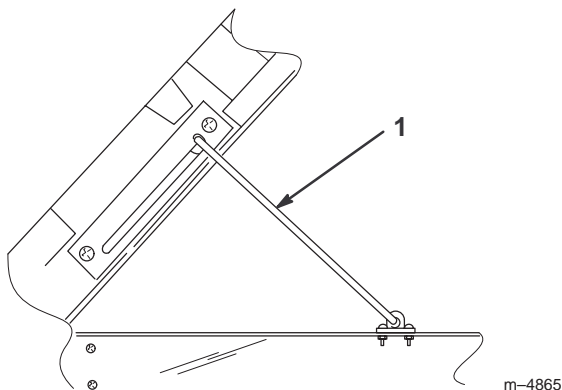

Figure 20
3. Levez le plateau au maximum, puis descendez-le légèrement pour engager la béquille (Fig. 20).